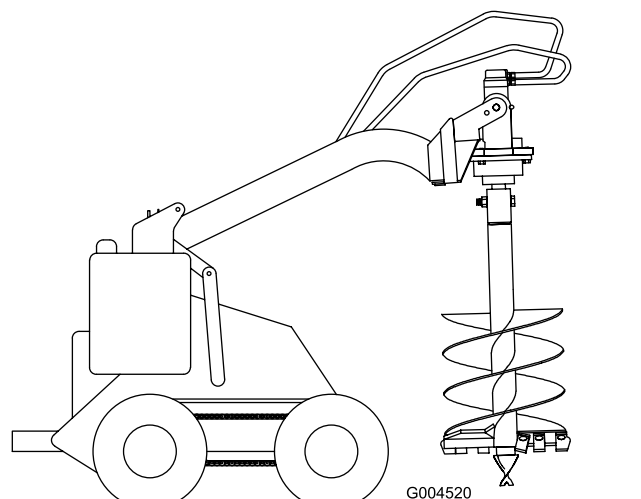

Bild 9
12. Heben Sie den Erdbohrer vom Boden ab (**Bild 9**).
stabilisieren und ein freies Pendeln zu vermeiden (Bild 9).